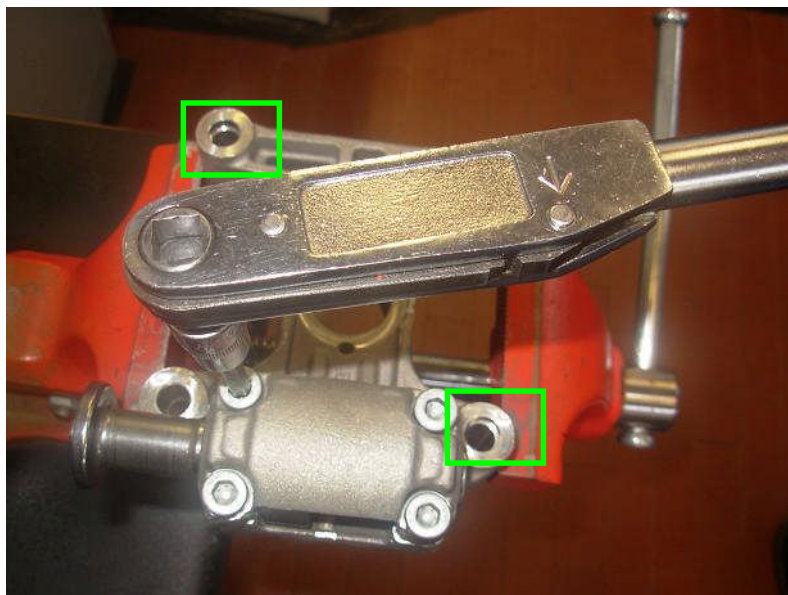

Fig. 11
17) Montare il coperchio chiusura albero a camme (fig. 11) (***circolanti e stock***)
19) Montare il castelletto completo sulla testa facendo attenzione che vi siano le boccole di centraggio nelle sedi (evidenziate nei riquadri in fig.11) e successivamente serrare i quattro bulloni (***circolanti e stock***)